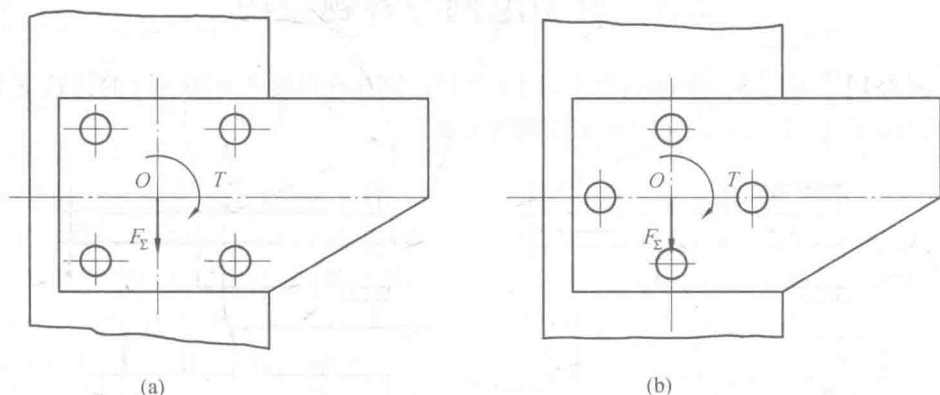

图 2.4
(1) 将载荷 F_Σ 向螺栓组连接的接合面形心点 O 简化,得一横向载荷 $F_\Sigma = 12\,000\text{ N}$ 和一旋转力矩 $T = F_\Sigma \cdot l = 12\,000\text{ N} \times 0.4\text{ m} = 4\,800\text{ N} \cdot \text{m}$,如图 2.4 所示。